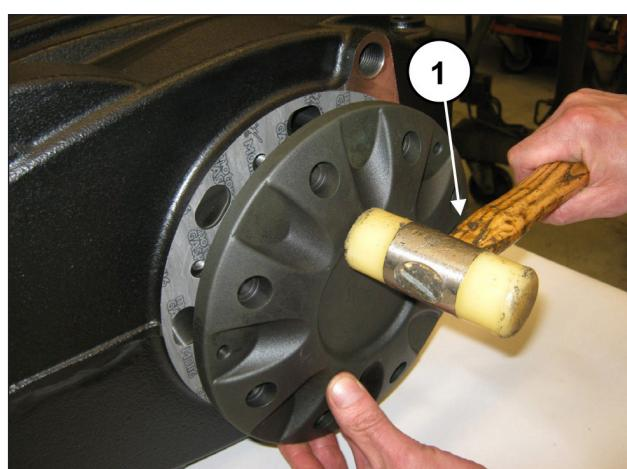

Fig. 59
Monter le cache roulement (et son joint) à l'aide d'un maillet à embouts plastiques (rep. ①, Fig. 59)